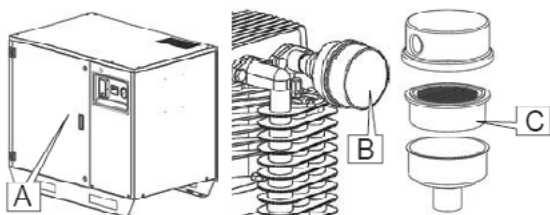

Fig. 13
- 4 Відкрутіть кришку поз.В рис. 13, вийміть картридж і замініть його новим.